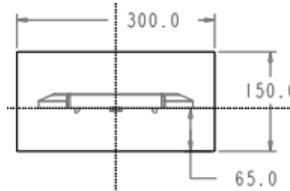

图 27.3 截面草图
Step4. 创建坯料特征。单击 **模具** 功能选项卡 **形状** ▾ 区域中的 **拉伸** 按钮。系统弹出“拉伸”操控板; 在绘图区中右击, 选择快捷菜单中的 **定义内部草绘...** 命令。系统弹出“草绘”对话框, 然后选择 **MOLD_RIGHT** 基准平面作为草绘平面。草绘平面的参考平面为 **MOLD_FRONT** 基准平面, 方位为 **左**, 单击 **草绘** 按钮, 系统进入截面草绘环境。进入截面草绘环境后, 选取 **MOLD_FRONT** 基准平面和 **MAIN_PARTING_PLN** 基准平面为草绘参考, 然后绘制图 27.3 所示的截面草图, 完成截面草图的绘制后, 单击工具栏中的“确定”按钮 。选取深度类型并输入深度值: 在操控板中选取深度类型 , 再在深度文本框中输入深度值 **240.0**, 并按回车键, 在“拉伸”操控板中单击 按钮, 则完成实体拉伸特征的创建。